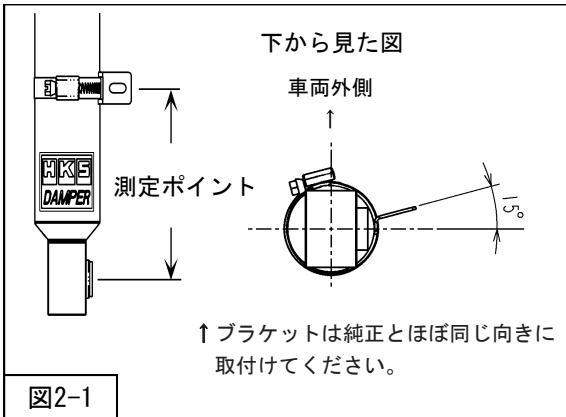

図2-1
- ・測定ポイントが純正サスペンションと同じ距離・位置になるようにフロントサスペンションASSY (同梱品) に固定してください。(図2-1)
③フロントサスペンションASSYアッパー取付ナット